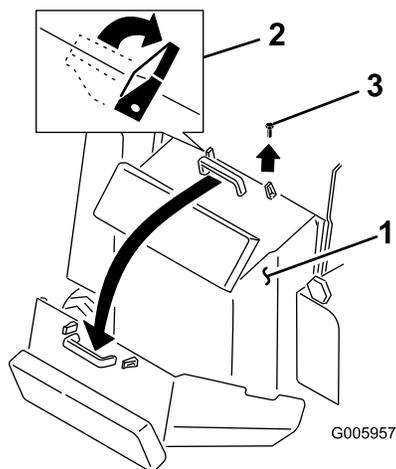

Рисунок 26
2. Освободите две крепежных лапки наверху задней крышки доступа (Рисунок 26).
3. Снимите болт, расположенный рядом с правой крепежной лапкой (Рисунок 26).
4. Возьмитесь за ручку и потяните крышку вверх и назад, чтобы откинуть ее в открытое положение (Рисунок 26).